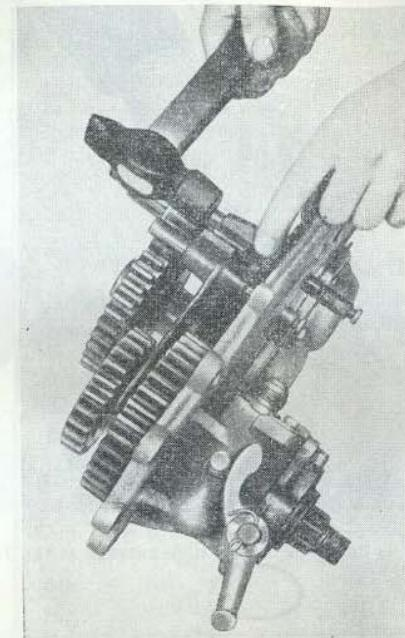

Рис. 112. Выбивание штоков и снятие вилок
9. Снять стопорную пластину штоков переключения и выбить штоки, одновременно сняв с них вилки переключения (рис. 112). При этом следить, чтобы не потерять шарики и пружины синхронизатора, находящиеся в гнездах вилок.